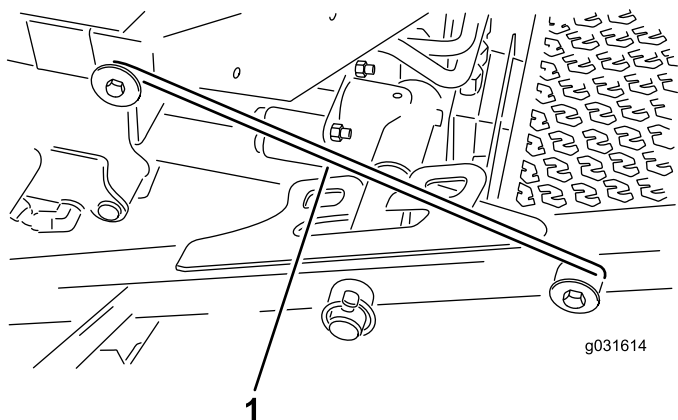

Рисунок 30
4. Отсоедините шток защелки от переднего держателя несущей рамы (Рисунок 30).
5. Поднимите наружную часть передних режущих дек и установите защелку на штифт рамы, смонтированный в передней части платформы оператора (Рисунок 30).